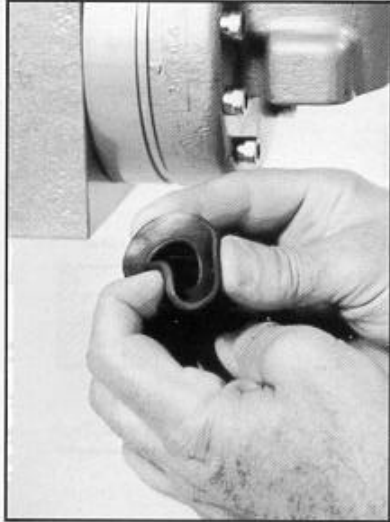

FIGURA 4
3. Doble hacia arriba un punto del reborde de la membrana (Figura 4) y empújelo hacia el interior del HYDRATUBE. Doble el reborde hacia dentro, formando una "trompa" compacta, con un ángulo de 45° (Figura 5) respecto al fuste de la membrana, y átelo con la goma (Figura 6). La trompa deberá quedar bien atada y tener una estructura razonablemente compacta.